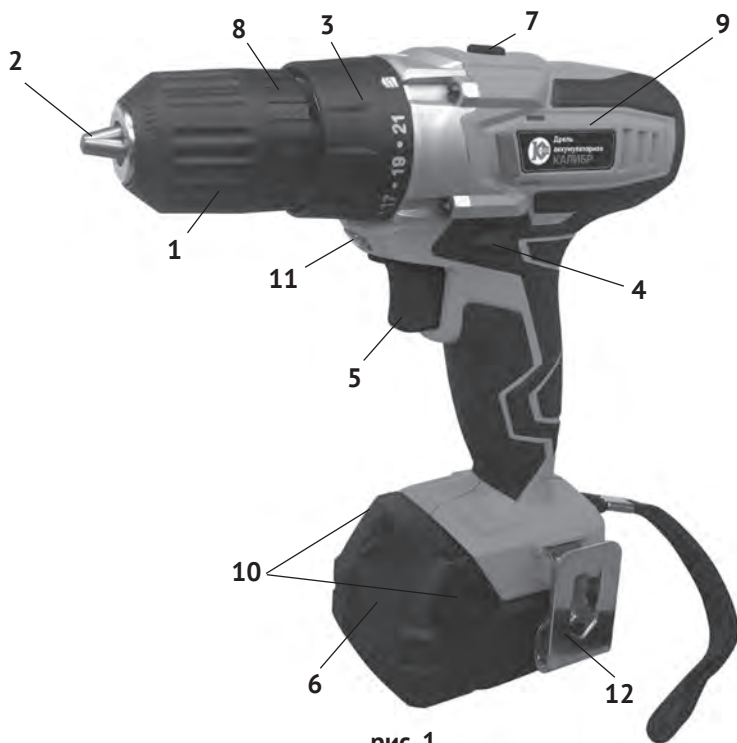

рис. 1
1.6 Общий вид дрели представлен на рис.1
1.7 Механизм дрели расположен в обрешиненном пластиковом корпусе (рис.1 поз.9), состоящем из двух частей: правой и левой. Он состоит из электродвигателя постоянного тока и редуктора с планетарным 2-х скоростным механизмом. В нижней части корпуса, выполненного в форме рукоятки, находится выключатель и разъём для присоединения аккумуляторной батареи.
1.8 Клавиша выключателя (рис.1 поз.5) расположена в передней части рукоятки. При нажатии на клавишу включается двигатель дрели. Усилие, приложенное к клавише, изменяет скорость вращения двигателя. При запуске двигателя автоматически включается светодиодный фонарь (рис.1 поз.11), обеспечиваю-
Над клавишей выключателя находится переключатель реверса (рис.1 поз.4), пластинчатой конструкции. В нейтральном положении он выполняет функцию блокиратора клавиши от случайного включения. Стрелками на торцах пластины, указывается направление вращения патрона.
1.10 В передней части корпуса расположено кольцо регулировки (рис.1 поз.3). Это кольцо фиксирует одну из 21-й, позиций предельного момента затяжки, при работе дрелью, как шуруповёртом, или переключает редуктор в режим сверления – символ «сверло».
**Внимание!** Перед установкой/извлечением аккумуляторной батареи отключить инструмент, установив переключатель направления вращения (рис.1 поз.4) в среднее положение (блокировка клавиши выключателя).
- для извлечения батареи из дрели нажать кнопки фиксации (рис.1 поз.10) аккумуляторной батареи и извлечь её из рукоятки, вытягивая вперёд, к патрону.
- установить переключатель направления вращения (рис.1 поз.4) в положение блокировки клавиши выключателя;
- удерживая кольцо патрона (рис.1 поз.8) одной рукой, другой вращать переднюю часть патрона (рис.1 поз.1) против часовой стрелки до разведения
кулачков патрона (рис.1 поз.2) на расстояние, необходимое для установки рабочего инструмента;
- удерживая кольцо патрона (рис.1 поз.8) одной рукой, другой вращать переднюю часть патрона (рис.1 поз.1) по часовой стрелке до фиксации рабочего инструмента кулачками патрона;
- для включения дрели необходимо нажать и удерживать клавишу выключателя (рис.1 поз.5);
- в среднем положении переключатель направления вращения (рис.1 поз.4) блокирует клавишу выключателя, исключая случайное включение дрели;
### 2.2.5 Функции регулировочного кольца (рис.1 поз.3):
На регулировочное кольцо (рис.1 поз.3) нанесены символы: от «1» до «21» - 21 фиксированное положение предельного момента затяжки, символ «II» и символ «дрель». Выставление нужного режима работы осуществляется совмещением соответствующего символа со стрелкой на корпусе дрели.
- выставив ползунком переключателя (рис.1 поз.7) диапазон «1» получаем при низком числе оборотов (350 об/мин) высокий показатель крутящего момента. Этот режим применяется при закручивании шурупов, винтов, саморезов и болтов больших размеров;
- повернуть кольцо регулировки (рис.1 поз.3) в положение «сверло»;